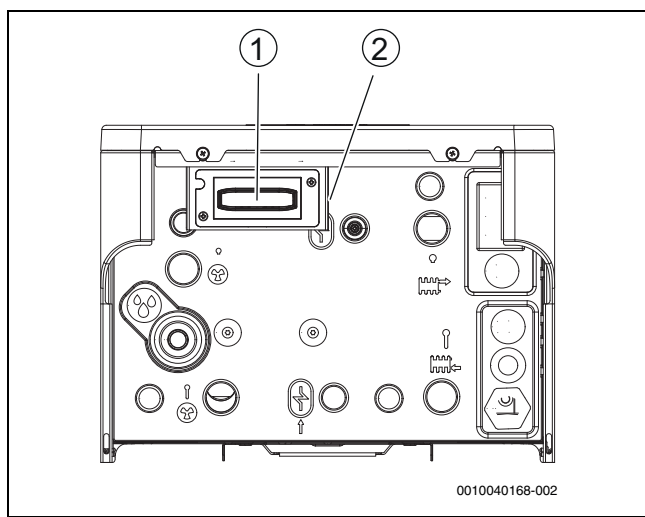

Bild 12 Funkmodul aufstellen
1. Hebel ausklappen (→[2], Abb. 12).
2. Modul in den Halter einsetzen (→[1], Abbildung 12).